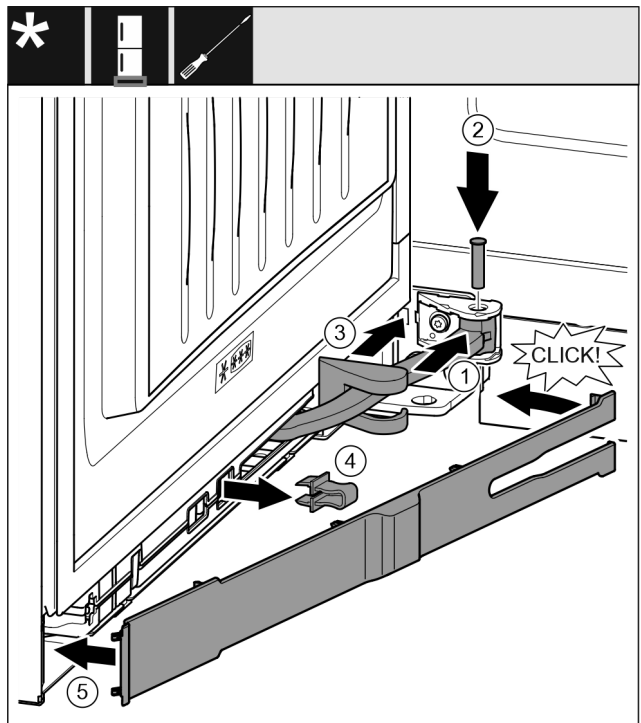

Fig. 47
- ▶ Kĺb otočte v závесе. Fig. 47 (1)
- ▶ Skrutkovačom T15 nasadíte čap do závesu a kĺbu. Pritom dbajte na to, aby sa zaisťovací doraz nachádzal správne v drážke. Fig. 47 (2)
- ▶ Kryt ložiskovej konzoly posuňte pozdĺž kĺbu a namontujte ho nad závес. Fig. 47 (3)
- ▶ Vyberte poistku. Fig. 47 (4)
- ▶ Kryt nasadíte na strane rukoväte a priklopte. Fig. 47 (5)